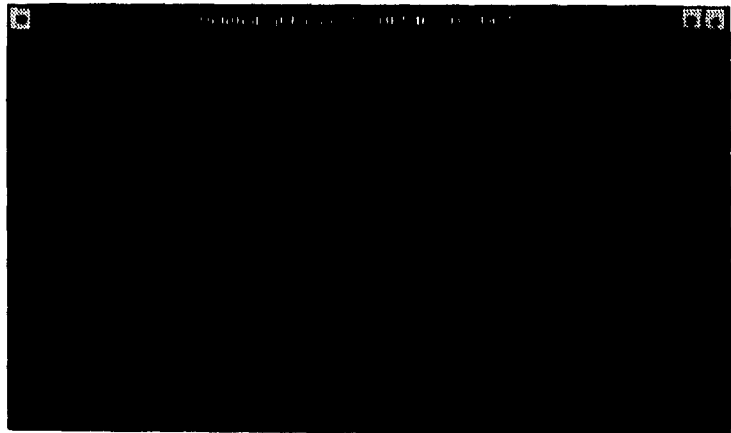

Figura 4.44
2. Seleccionar la fuente y presionar el botón de OK. La nueva ventana de forma de onda sin título como el de la Figura 4.44 aparecerá con el dato de forma de onda desplegado. Pueden ser abiertas múltiples ventanas de forma de onda al mismo tiempo y además pueden ser apiladas usando las opciones de WINDOW de la barra de menú.